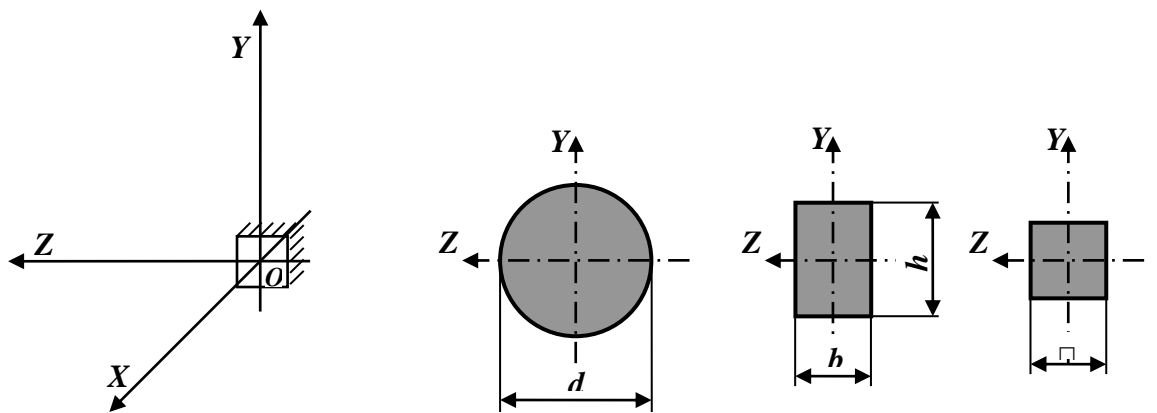

Рисунок 1.1.2 – Система координат и поперечные сечения участков стержня
Участок  $OA$  имеет круглое поперечное сечение диаметром  $d$ , участок  $AB$  – прямоугольное сечение  $b \times h$  ( $h = 2b$ ), участок  $BC$  – квадратное сечение со стороной  $a$  (рисунок 1.1.2).
- 2) Определить перемещение сечения  $C$  в направлении оси  $z$  (рисунок 1.1.2).